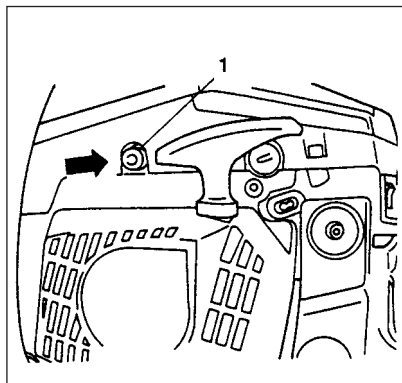

Fig. 2-2B
- * Tryck på dekompressionsventilen (1) (om sådan finns, kommer ventilen att återgå när motorn startas). (Fig. 2-2B)